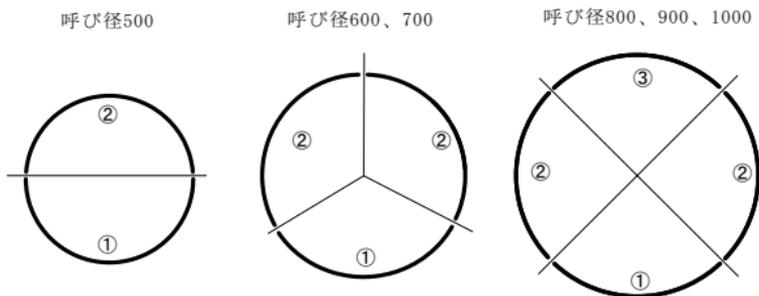
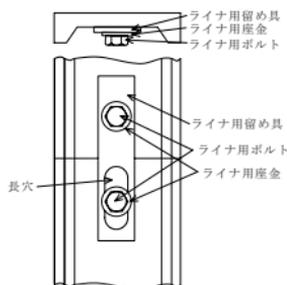

図 34 ライナの組み立て方法
図 35 ライナ用留め具、ライナ用ボルト、ライナ用座金
- ① ライナを直管受口奥部にセットする。
- ② ライナは図 34 に示す組み立て順番 (①→②→③) で、ライナ用留め具、ライナ用ボルト、ライナ用座金を用いて連結する (図 35 参照)。呼び径 600 以上は、ライナのセットは 2 人で行い、ライナが転倒したり回転しないよう作業を行う。